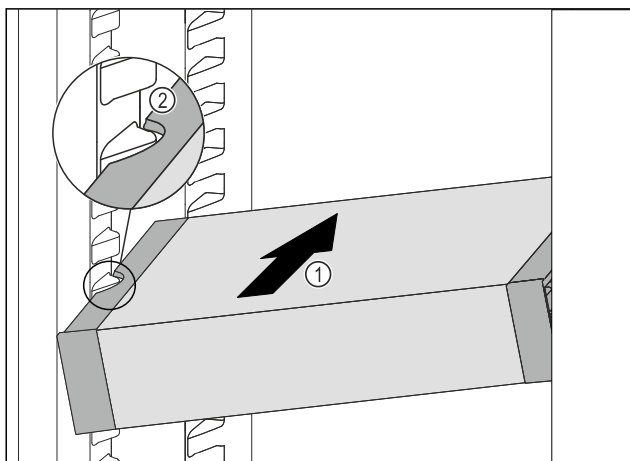

Fig. 85
- VarioSafe schuin in het koelgedeelte schuiven Fig. 85 (1), tot de uitsparingen aan de zijkant Fig. 85 (2) van de Vario-Safe op de hoogte van de rib in het koelgedeelte zitten.